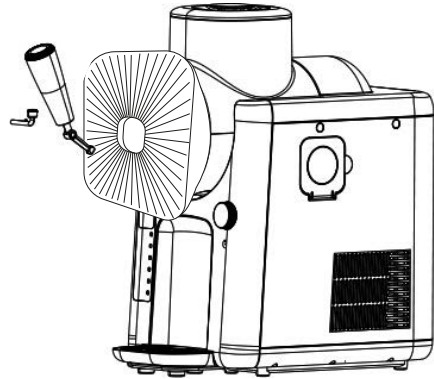

Abb. 4
11. Führen Sie den Zapfhahn in die Öffnung ein und befestigen Sie ihn, indem Sie den Sicherungsstift einsetzen (Abb. 4). Achten Sie darauf, dass die Öffnungen des Auslasses und des Hebels des Zapfhahns übereinander ausgerichtet sind. Stecken Sie dann den Sicherungsstift hindurch und drehen Sie ihn, bis der kleine seitliche Stift in die Öffnung des Geräts passt. Sollte der weiße Kolben im Ausgabeschacht nicht korrekt sitzen und das Einsetzen des Zapfhahns behindern, folgen Sie bitte den Anweisungen im Kapitel „Reinigen und Pflegen“.